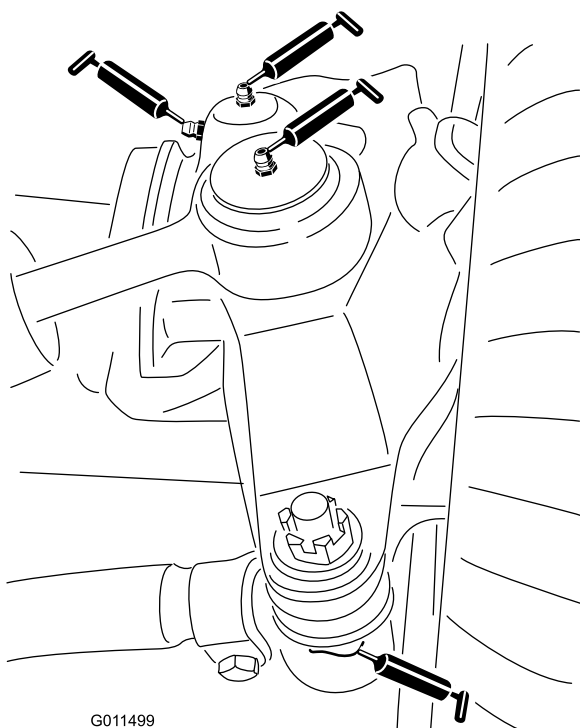

Рисунок 36
- Шаровые опоры гидроцилиндра рулевого управления (2 шт.) (Рисунок 36)
- Шаровые опоры поперечных тяг (2 шт.) (Рисунок 36)
- Втулки поворотных шкворней (2 шт.) (Рисунок 36)..